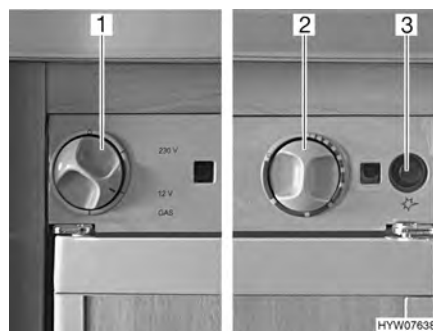

Bild 187 Reglage, knappar för kylskåpet
- Ställ energiväljaren (Bild 187,1) i läge "GAS".
- Tryck på vridregulatorn (Bild 187,2), vrid till högsta läge och håll den intryckt i detta läge. Vänta tills gasen strömmar till brännaren.
- Tryck på gaständningsknappen (Bild 187,3) flera gånger tills flaman syns genom synglaslet (nedtill till vänster i kylskåpet).
- Håll vridregulatorn (Bild 187,2) i ytterligare 10 till 15 sekunder, släpp den sedan.
- Ställ energiväljaren (Bild 187,1) i läge "230 V". Driftindikeringen lyser grönt.
- Ställ in kyltemperaturen med vridregulatorn (Bild 187,2).
- Ställ energiväljaren (Bild 187,1) i läge "12 V". Driftindikeringen lyser grönt.